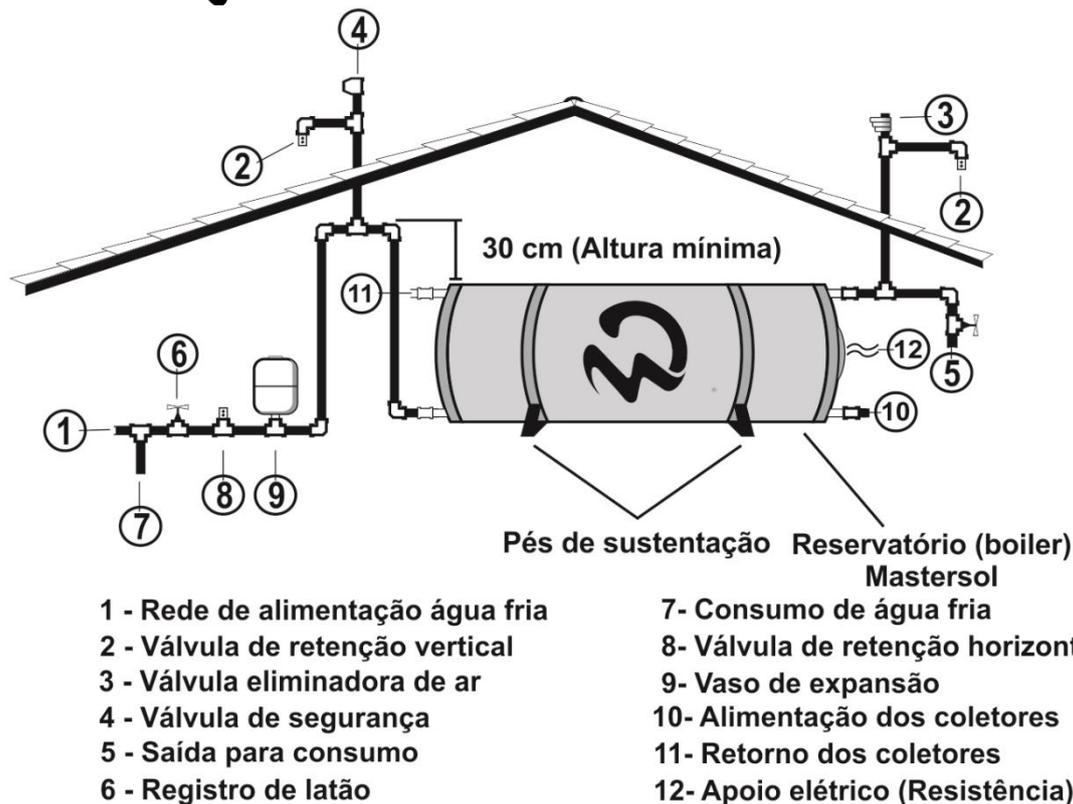
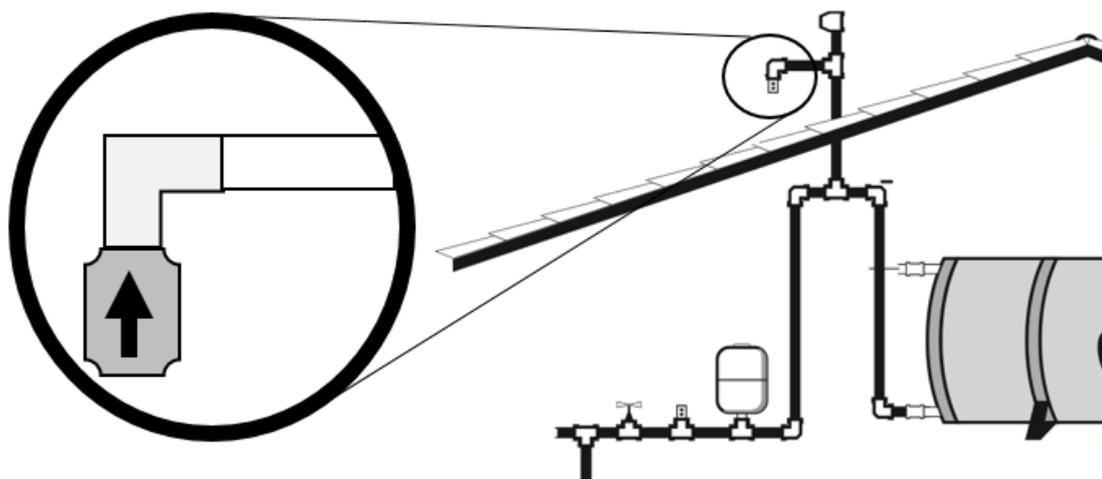

Figura 6 - Esquema instalação alta pressão
Figura 7 - Válvula de retenção vertical
O sistema deve conter o vaso de expansão dimensionado conforme tabela 2, válvulas de retenção, válvula eliminadora de ar cavalete e a válvula de segurança que acompanha o equipamento, instalados conforme figura 6.
equipamento e seu número de série é rastreado e atrelado ao equipamento cujo o qual ela acompanha, portanto, a válvula deve obrigatoriamente ser utilizada. A utilização de outras válvulas de segurança não dispensa o uso desta que acompanha o equipamento. **IMPORTANTE:** Esta válvula deve ser instalada conforme demonstrado na figura 6, e não pode ter nenhum registro ou qualquer tipo de válvula que obstrua a passagem entre ela e o reservatório térmico, sob pena da perda de garantia.
- **Válvula eliminadora de ar:** Esta válvula deve ser utilizada na saída de consumo conforme na figura 6, ela tem por função eliminar o ar presente no sistema durante o enchimento e trabalho do equipamento, evitando que o equipamento pegue ar e com isso interferindo no seu funcionamento.
- **Válvula de retenção vertical:** Esta válvula é utilizada de forma invertida conforme figura 7, ela tem por função dar entrada de ar no equipamento quando necessário para evitar que o mesmo sofra danos por pressão negativa (murchamento). Cada sistema deve conter duas válvulas sendo uma próxima a válvula de segurança, na entrada de água fria e a outra próxima da válvula eliminadora de ar, na saída de consumo, conforme figura 6.
- **Válvula de retenção horizontal:** Esta válvula tem por finalidade manter o reservatório pressurizado evitando que a água quente retorne para o sistema de água fria, ele deve ser instalado após o registro que fecha a alimentação do reservatório, sempre antes do vaso de expansão, conforme figura 6. Se instalado entre o vaso de expansão e o reservatório ela elimina a funcionalidade do vaso, o que pode ocasionar danos no equipamento não cobertos pela garantia.
- **Registro de latão:** Deve ser utilizado na alimentação logo após a derivação do pressurizador para a rede de água fria e antes de todos os componentes conforme figura 6. Este registro é importante para futuras manutenções no equipamento.